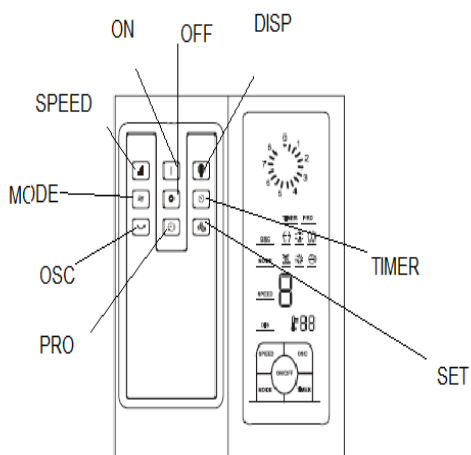

Рисунок 8 Рисунок 9
I. Пульт дистанционного управления (рисунок 8)